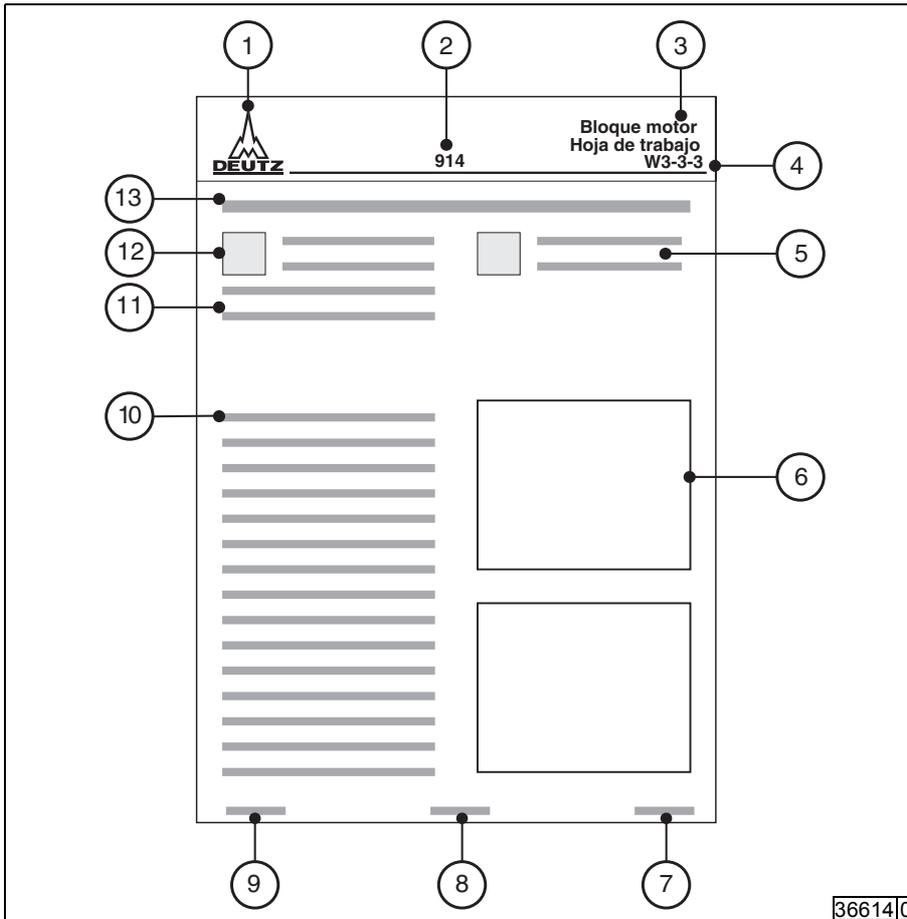

Fig. 2 Estructura de las hojas de trabajo
- La Fig. 2 ilustra la estructura de una hoja de trabajo.